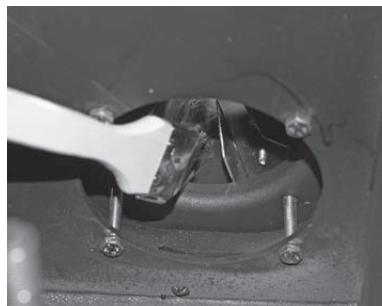

Fig. 82 Gebläserad reinigen und aussaugen
- ▶ Gebläserad mit Pinsel reinigen – Fig. 82.